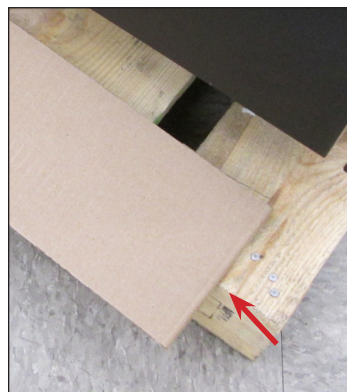
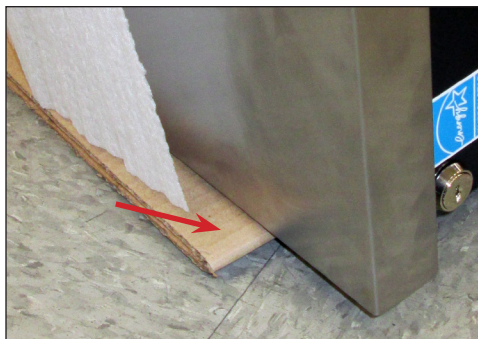

Рис. 3a. Используйте картон, чтобы устройство не поцарапалось о поддон.
Рис. 4b. Используйте картон для защиты верхней части устройства от повреждения.
3. Уложите кусок картона на край поддона с ручкой, а затем уложите картон на пол, чтобы поместить на него верхнюю часть устройства. См. рис. 4b. См. рис. 3a и 3b.
Рис. 3b. Уложите полоску картона шириной примерно 3 дюйма на соответствующем расстоянии от поддона, чтобы поместить на него верхнюю часть устройства (см. рис. 4b).